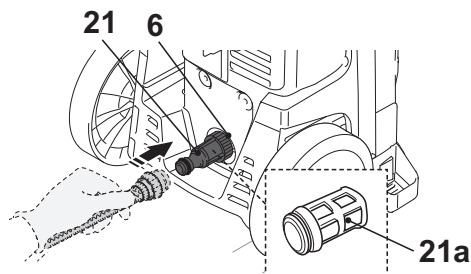

Fig. 16
1. Conecte o adaptador da mangueira de entrada de água (21) na entrada de água (6) (Fig. 16).
2. Conecte uma mangueira de água adequada (não incluído) no abastecimento de água e então a outra extremidade na água adaptador da mangueira de entrada (21).